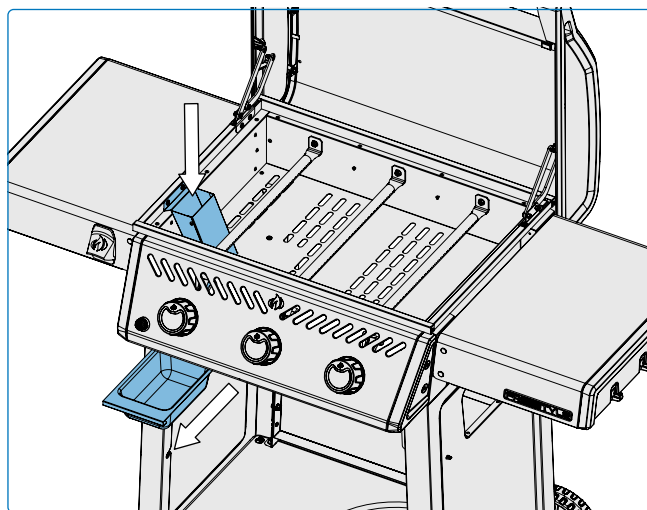

Fig. 27
4. Après le nettoyage, réinstallez la goulotte à graisse et fixez-la avec les attaches (**fig. 27**).